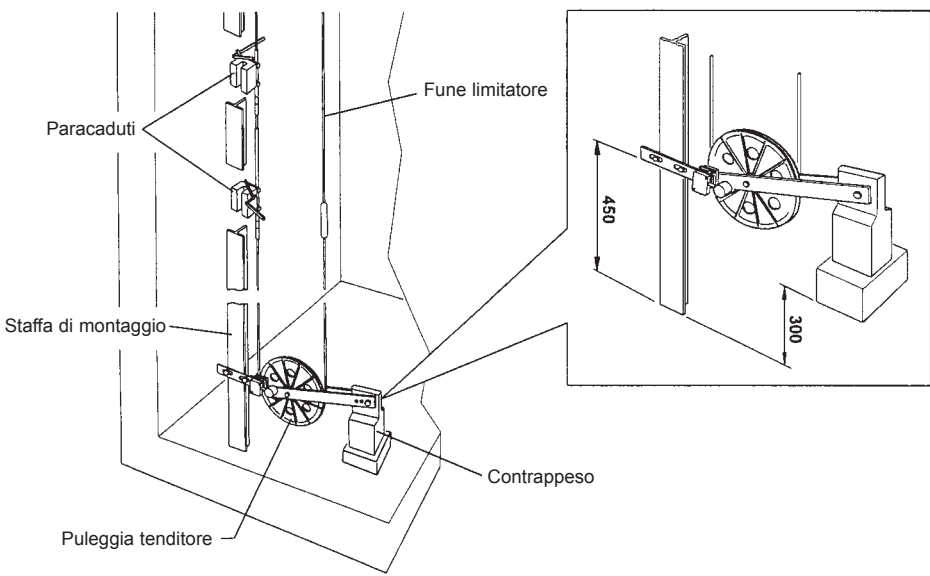

Fig. 11
- Montare la staffa di montaggio a circa 450 mm (valore approssimativo: Fig. 11) sul fondo del pozzo.
- Supportare il contrappeso, fin tanto che viene portato in posizione obliqua (Fig. 11).
Se il montaggio è stato eseguito in maniera corretta, il contrappeso dovrebbe assumere una posizione leggermente angolata verso l'alto (300 mm circa, Fig. 11).
- in no case, the counterweight must touch the floor (fig. 11), otherwise, the function of the overspeed governor is put out of operation;